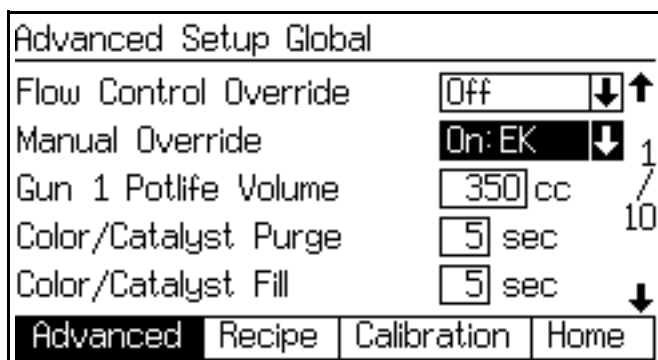

図 93. 高度な設定画面 1
3. **高度な設定画面 1** へ進みます (図 93 を参照して下さい)。手動オーバーライドをオンにします。